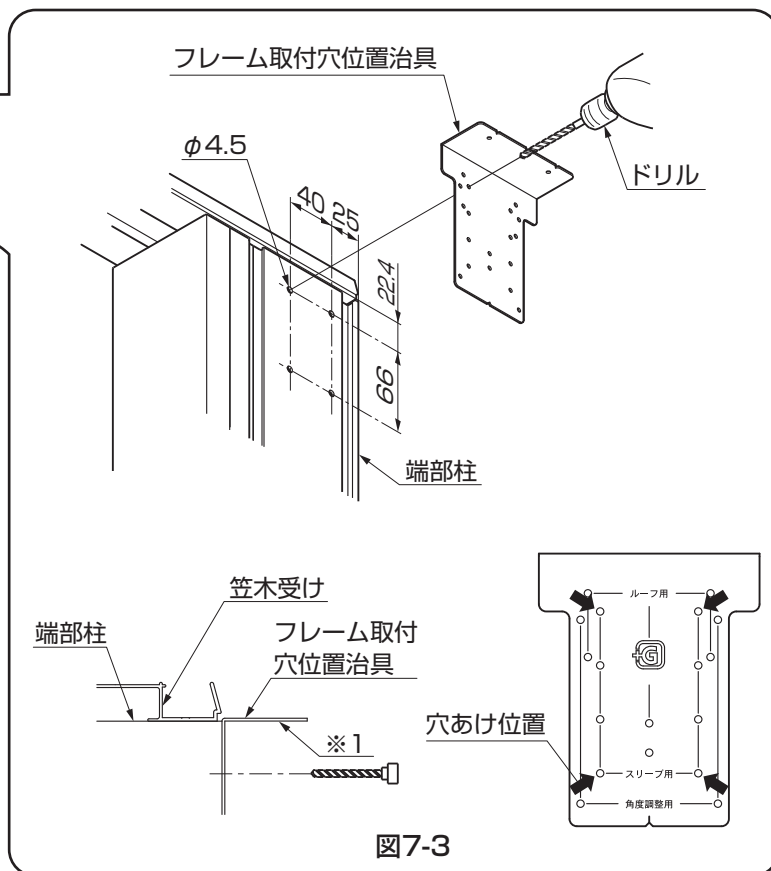

図7-3
- ③フレーム取付穴位置治具をサイディング壁にあてケガキ、ドリルで $\phi 4.5$ の穴加工してください。(図7-3参照)